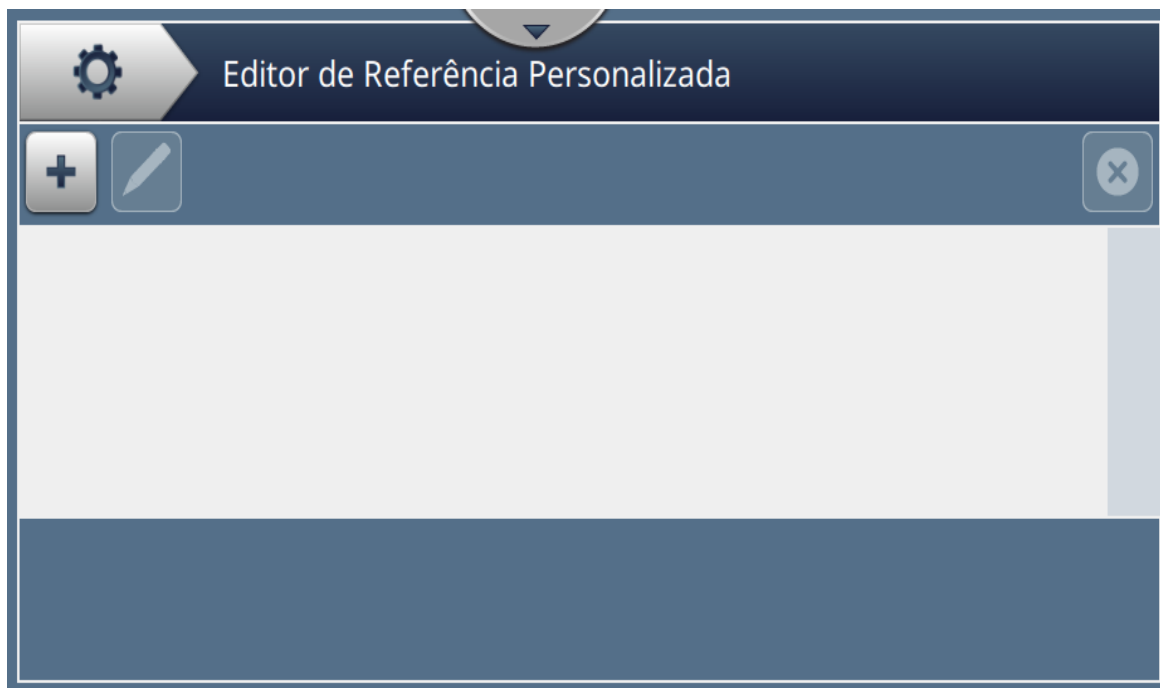

Figura 6-7: Criador de referências personalizadas
1. Toque no botão  na tela Ferramentas. A tela Criador de referências personalizadas é aberta, como mostra a Figura 6-7.
2. Toque o botão  como mostra a Figura 6-7 na página 6-12 para criar um novo campo personalizado. A tela Nome da referência é aberta.